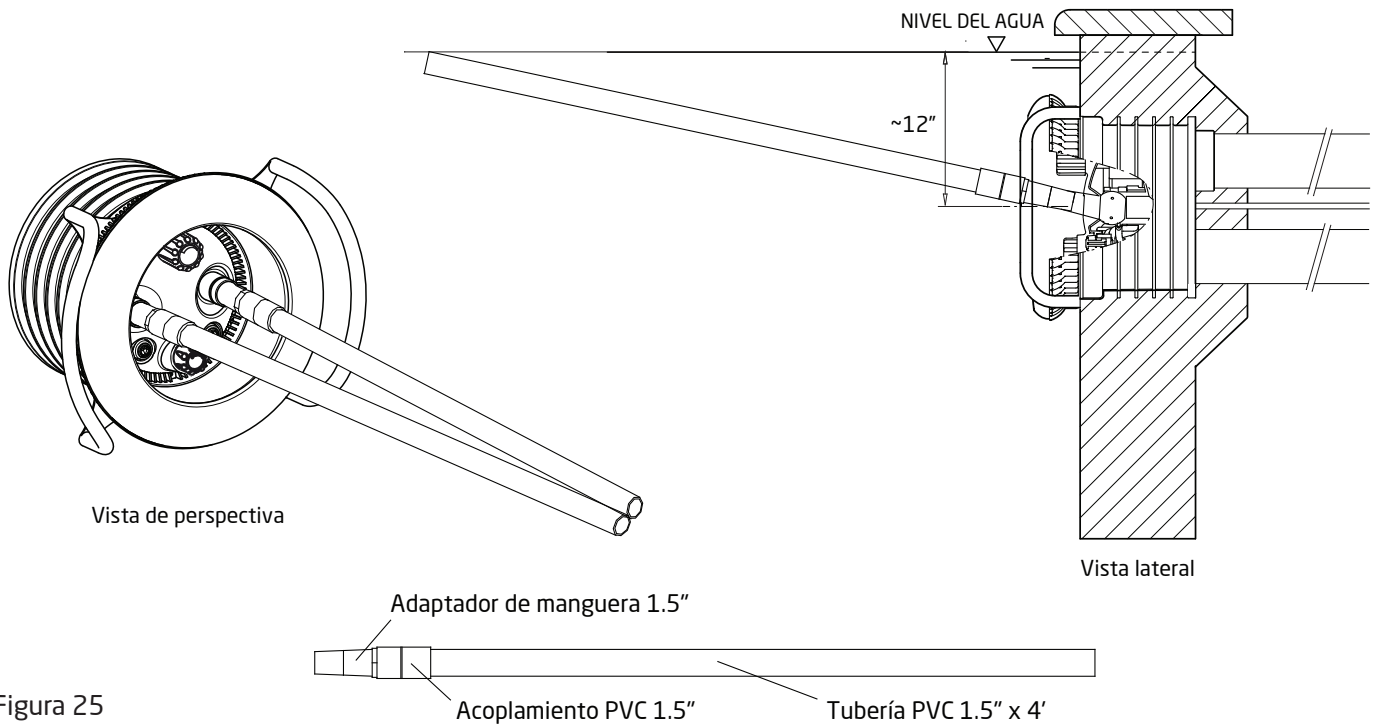

Figura 25
4. Poner los extremos de las herramientas de ajuste juntos para que se toquen entre las carcasas de chorro. Luego levantar las herramientas juntas para que los extremos toquen la superficie del agua. (Ver Figura 25)